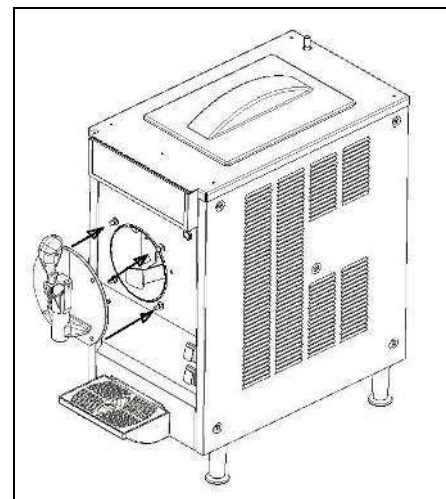

Fig. 22
- Lubrifier soigneusement le joint d'étanchéité de la bride avant et le remonter en faisant en sorte que le goujon de centrage de l'agitateur aille se coupler dans son emplacement (fig.22).